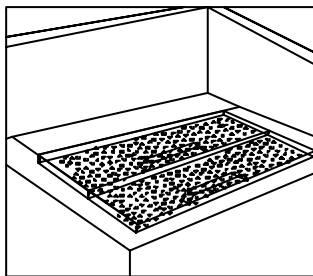
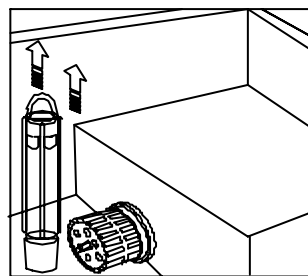
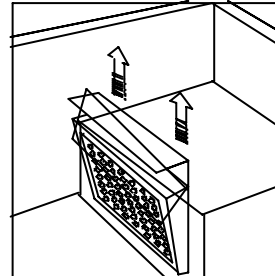

Figura 18
Figura 19
Figura 20
- Que los brazos de lavado no están obstruidos. Desmontarlos según figura 18, limpiarlos si fuera necesario y volverlos a montar.
- Que la bandeja (Figura 18) y los filtros (Figura 19 y Figura 20) no están obstruidos y su alojamiento es correcto.